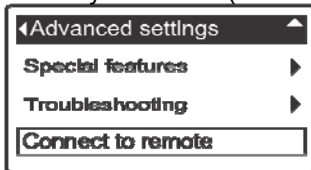

РИС. 18
4. Нажать кнопку ВЫБОР (O) на умягчителе меню **Дополнительные установки** (См. Рисунок 18).
11. Нажать кнопку ВЫБРАТЬ (O) на умягчителе. Дисплей вернется обратно в меню **Дополнительные установки** (Рисунок 18).